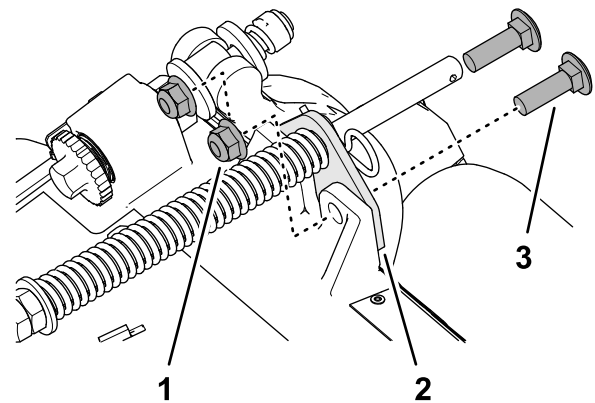

Bild 17
- Entfernen Sie die beiden Sicherungsbundmutter ($\frac{3}{8}$ " und die beiden Schlossschrauben ($\frac{3}{8}$ " x $1\frac{1}{4}$ "), mit denen die Halterung der Rasenkompensierung am Rahmen des Mähwerks befestigt ist (Bild 17).